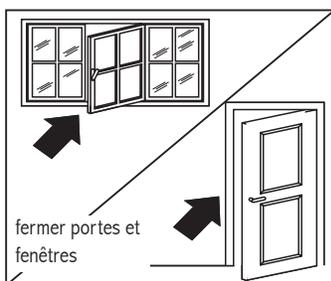

Fig. 22.
- Fermez les portes et les fenêtres de la pièce à climatiser (fig. 22). Lors de l'installation semi-permanente du conditionneur d'air, la porte doit être laissée légèrement entrouverte (aussi peu que 1 cm) pour assurer une ventilation appropriée.